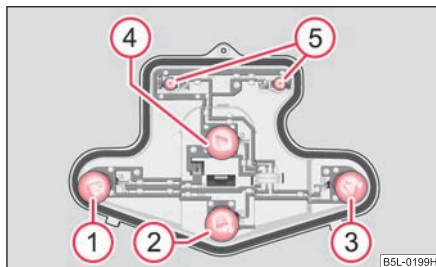

Fig. 245 Lampa din spate: Poziția becurilor
- Pentru a înlocui becul luminii de frână, marșarier, ceață și semnalizare, rotiți dulia becului până la limita de cursă la stânga și scoateți becul din carcasă, resp. trageți becul luminii de staționare din dulie ⇒ fig. 245.
Disponerea becurilor din lampa din spate ⇒ fig. 245.